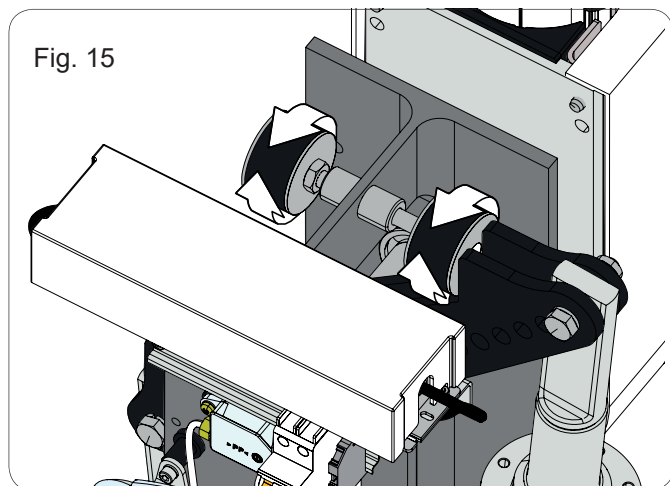

Fig. 15
- Régler les arrêts mécaniques d'ouverture et de fermeture d'après la Fig. 15, en veillant à serrer le contre-écrou.